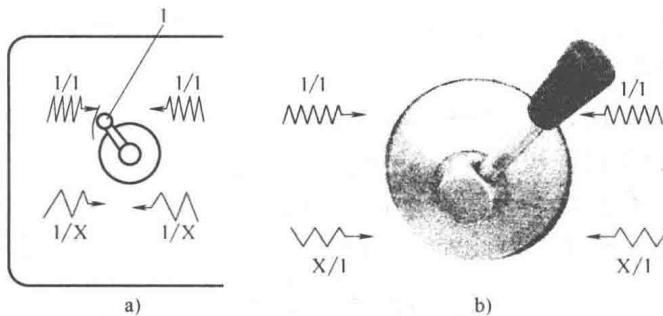

图 1-6 螺距旋向及增大手柄
(2) 螺距旋向及增大手柄 手柄 1 是正常螺距，加大螺距及螺纹的左、右旋向变换操纵手柄。如图 1-6 所示，它有四个位置，左上为左旋螺纹，右上为右旋螺纹，左下为左旋增大螺距，右下为右旋增大螺距。